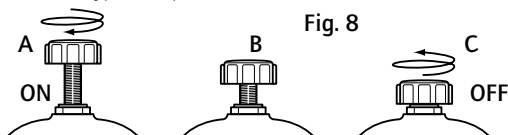

Fig. 8
- Destornillar completamente el botón del bypass situado en la parte más alta del dosificador (**Fig 8-A**), el Dosatron funciona y el producto es aspirado.
- Atornillar completamente el botón del bypass (**Fig. 8-C**), el Dosatron está parado (no hace más ruido) y no aspira el producto. El agua continua a atravesarlo.
CUIDADO : Entre las dos posiciones, se encuentra la posición para el vaciado del agua (purga) (**Fig. 8-B**). Es normal que ocurra una fuga de agua en el tornillo del bypass en posición intermedia.